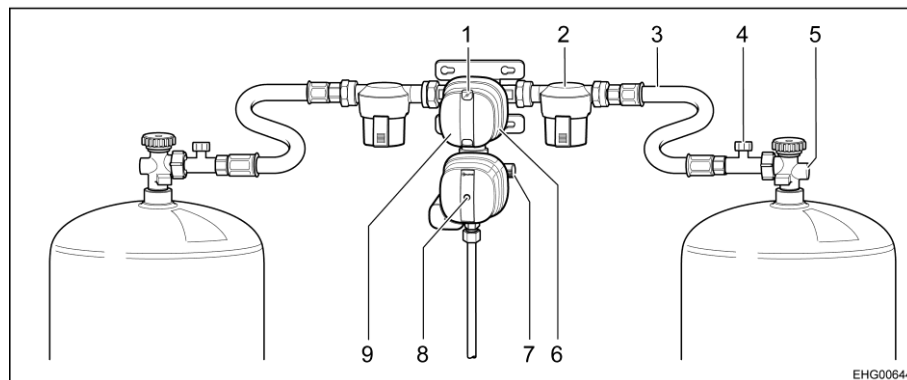

Bild 36 Gastyck-styrssystem DuoControl CS
DuoControl-styrssystemet består av en omkopplingsventil med crashsensor (Bild 36,9). DuoControl-styrssystemet är monterat mellan högtrycksslangarna (Bild 36,3) med slangbrottssäkring (Bild 36,4). Med vredet (Bild 36,6) på omkopplingsventilen ställer du in vilken gasflaska som ska användas som driftflaska och vilken som ska användas som reservflaska.
På statusindikatorn (Bild 36,1) visas gasförsörjningens status:
Drift med bara en gasflaska är tillåten. Den öppna anslutningen måste dock förslutas med ett skruvlock (Bild 36,7) i detta fall.
Crashsensorn stänger av gastillförseln vid kraftig vibration (t. ex. vid en krock). Crashsensorn aktiveras genom att trycka på den gula återställningsknappen (Bild 36,8).
Slangbrottssäkringen (Bild 36,4) stänger av gasflödet om den anslutna slangen går sönder.
Kontrollenhet Gastillförseln via DuoControl-styrsystemet slås på och av på kontrollenheten (Bild 37). Gasflaskornas huvudavstängningsventiler (Bild 36,5) och gasavstängningsventilerna på apparaterna måste öppnas för hand.
- Med vredet (Bild 36,6) på omkopplingsventilen väljs gasflaskan, som ska prioriteras (driftflaska). Vrid alltid vredet till stoppläget.
- Öppna huvudavstängningsventilerna (Bild 36,5) på gasflaskorna.
- Aktivera slangbrottssäkring (SBS) (Bild 36,4), genom att trycka på SBS ca. 5 sekunder. På statusindikatorn (Bild 36,1) visas den gröna markeringen.
- Stäng huvudavstängningsventilerna (Bild 36,5) på gasflaskorna.
Om den gröna kontrolllampan (Bild 37,6) slocknar under drift och den röda kontrolllampan (Bild 37,5) tänds är driftflaskan tom och måste bytas ut. På statusindikatorn (Bild 36,1) visas den röda markeringen. Gasförbrukarna försörjs med gas från reservflaskan.
- Vrid vredet (Bild 36,6) ett halvt varv i riktning mot den gasflaska som används för tillfället. Då blir denna gasflaska driftflaska och den tomma flaskan blir reservflaska. Markeringen på statusindikatorn (Bild 36,1) växlar från rött till grönt.
- Stäng huvudavstängningsventilen (Bild 36,5) på den tomma gasflaskan. Beakta pilriktningen.
- Aktivera slangbrottsäkring (SBS) (Bild 36,4), genom att trycka på SBS ca. 5 sekunder.